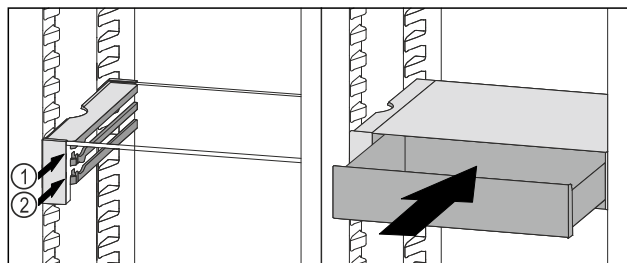

Fig. 96
- Nasaďte zásuvku VarioSafe za zářezky na požadovaném žebro Fig. 96 (1) nebo Fig. 96 (2).